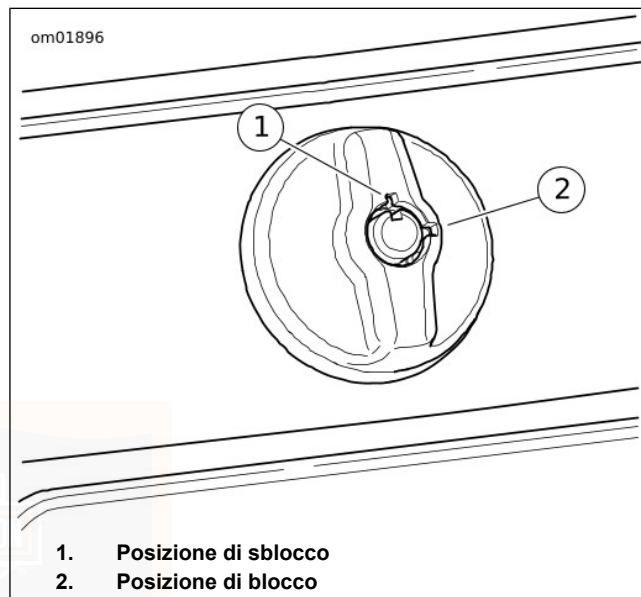

Figura 31. Serratura del vano portaoggetti
1. Vedere Figura 31. Per aprire la serratura del bauletto, inserire la chiave nel tamburo e compiere un quarto di giro in senso antiorario. Estrarre la chiave.